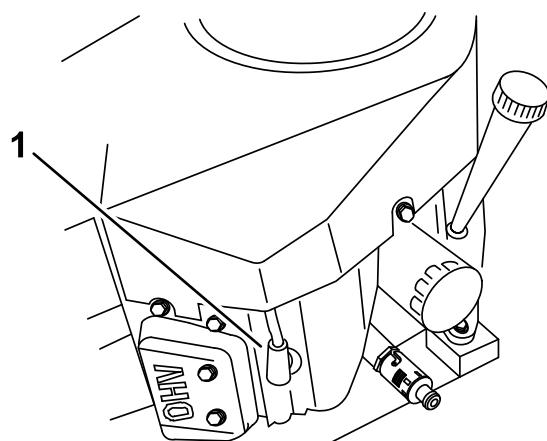

Figura 35
3. Scollegate i cappellotti dalle candele (Figura 35).
- Collegate i cappellotti alle candele (Figura 35).